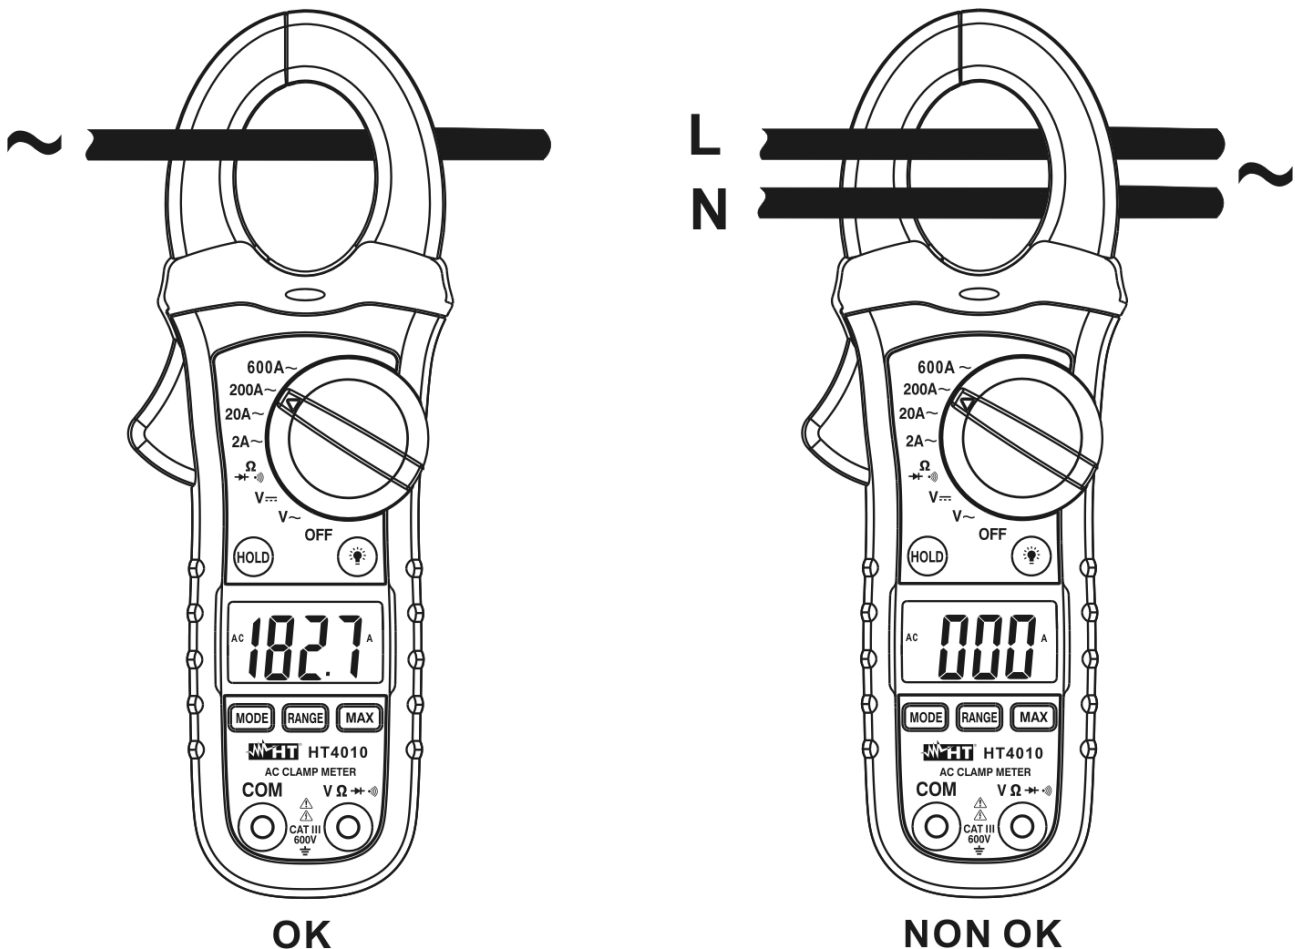

Fig. 4: Uso della pinza per misura di Corrente AC
2. Inserire il cavo all'interno del toroide (vedere Fig. 4). Il valore della corrente è visualizzato a display